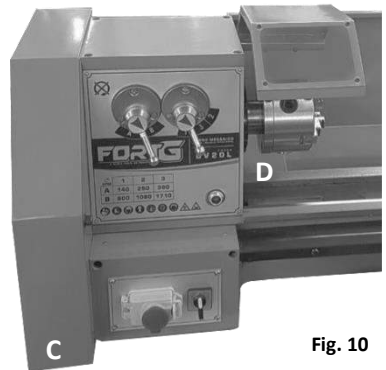
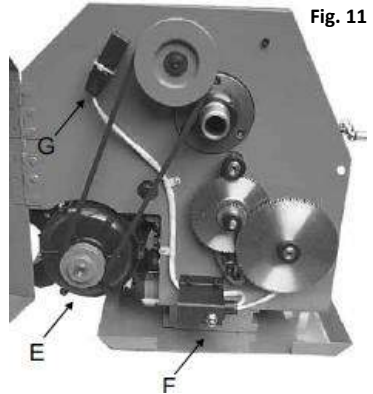

Fig. 10
Fig. 11
1. **Motor** (E, Fig. 11) – é classificado em 3/4HP, 1PH, 240V e 50HZ apenas. Confirme se a energia elétrica disponível na localização do torno é compatível com ele. Nós podemos atender especificações especiais de acordo com a voltagem do país do cliente.
2. **Interruptor magnético** (B, Fig.10) – tem a função de travagem de emergência, rotação frente/reversa e a função de proteção ao torno e aos componentes elétricos. Aperte o botão verde marcado com “I” para ligar o motor e aperte o botão vermelho marcado “O” para desligá-lo.
3. **Cobertura de segurança** (D, Fig. 10) – montada em uma barra de articulação na parte traseira superior, diante do cabeçote. Ela pode ser tirada do caminho para acessar a placa, quando estiver fixada, e reposicionada sobre a mesma durante a operação. Quando aberta, a energia elétrica será desconectada pelo micro interruptor (G, Fig. 11).
4. **Cobertura de proteção das engrenagens de troca** (C, Fig. 10) – Quando abrir a proteção para trocar as engrenagens ou reparar o torno, ele será parado pelo micro interruptor (F, Fig. 11).